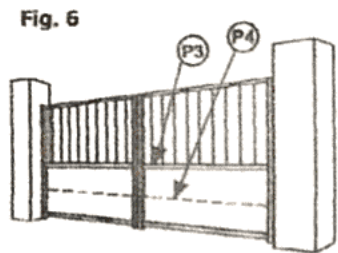

Fig. 6
- calcularea inaltimii pentru instalarea dispozitivului conform modelului portii si posibil. de fixare (Fig. 6)